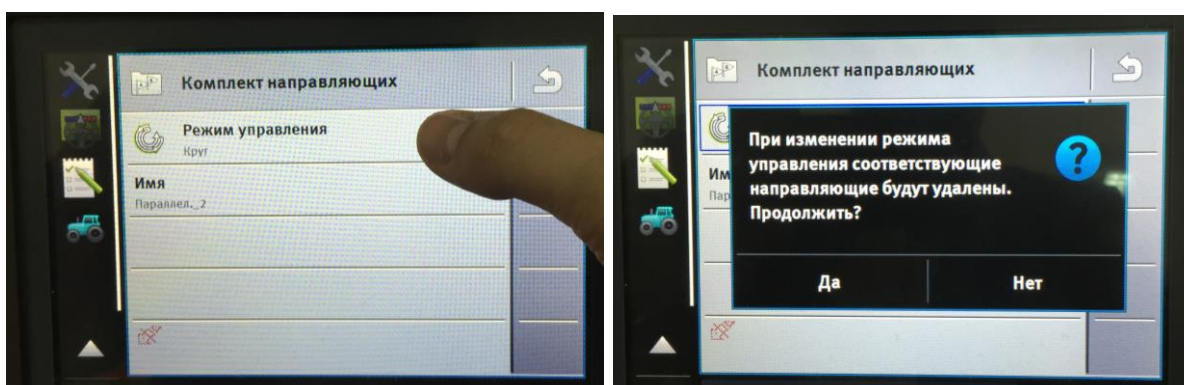

Рисунок 7.19 – Выбор режима управления
3. Измените действующий режим управления, выбрав вкладку **Да** (рисунок 7.19).